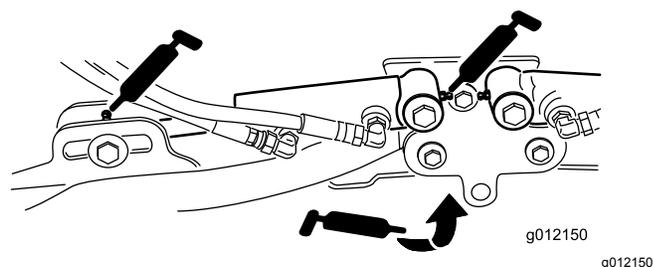

Рисунок 76
- Цилиндры подъемных рычагов режущего блока (по 2 шт.) (Рисунок 76).
- Оси поворота подъемного рычага (по 1 шт.) (Рисунок 76)